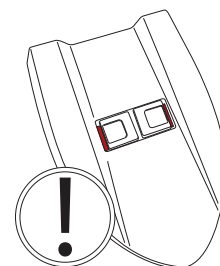

Fig.20
- Ejercer una presión en la tapa hasta notar que se enganchan los dos cierres deslizantes en el depósito de agua sucia, los dos cierres deberán deslizarse hacia el exterior del depósito (Fig.20).
La tapa está instalada **correctamente** cuando **NO se ve el fondo ROJO** en los dos alojamientos de los dos cierres (Fig. 20).